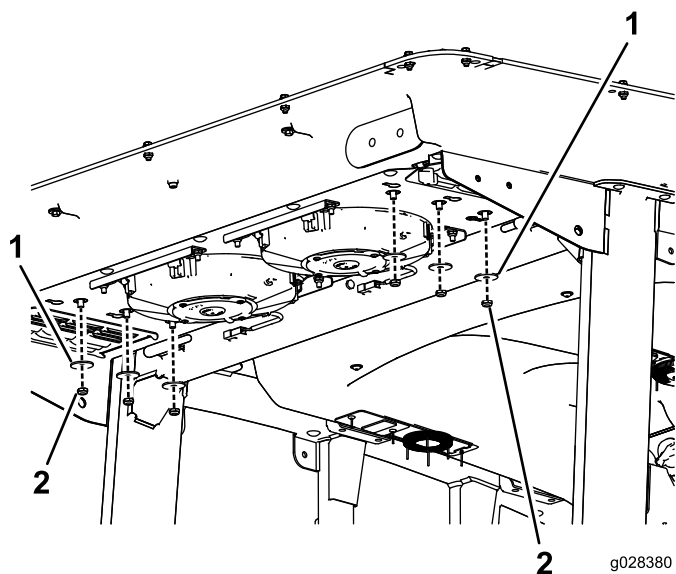

Figura 54
2. Togliete 6 dadi e rondelle dal fondo della parte posteriore della cabina (Figura 54).